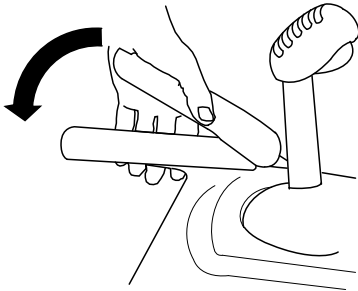

Figura 13
3. Apăsai maneta din stânga (maneta de traciune) către mâner (Figura 13).
6. Apăsai maneta din stânga (maneta de traciune) către mâner (Figura 13).